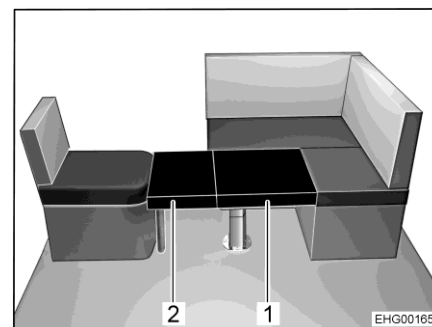

Bild 111 Nach dem Umbau
Die L-Sitzgruppe kann zusammen mit dem seitlichen Einzelsitz und dem verschiebbaren Hubtisch zu einem Zusatzbett umgebaut werden. Um die Liegefläche herzustellen, werden zwei Zusatzpolster benötigt. Eines der Zusatzpolster (Bild 111,2) ist mit einer ausklappbaren Fußstütze und einem Haltewinkel ausgestattet. Das andere Zusatzpolster (Bild 111,1) wird auf die Tischplatte gelegt.
- Fußstütze am kleineren Zusatzpolster (Bild 111,2) ausklappen.
- Haltewinkel des Zusatzpolsters (Bild 111,2) am Einzelsitz einhängen und Zusatzpolster auf die Tischplatte legen.
- Zweites Zusatzpolster (Bild 111,1) auf die Tischplatte legen.